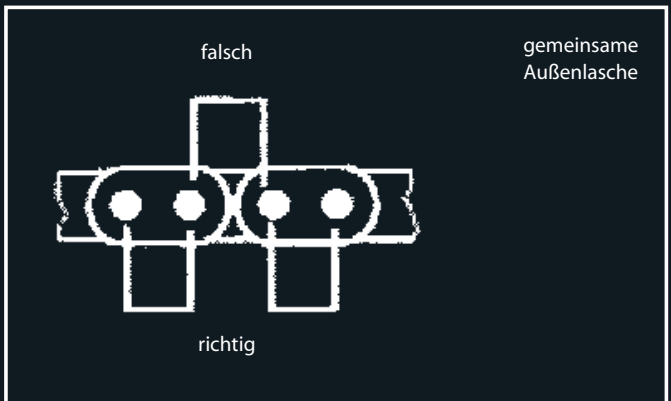

Abb.2
- Die Montage einer neuen Kette ist ohne den Ausbau der Schwinge bei den meisten Motorrädern nur dann möglich, wenn die Kette offen ist. Bei Verwendung einer Endloskette muss diese zunächst aufgetrennt werden. Zum Trennen müssen zwei benachbarte Bolzen ausgepresst werden, die über eine gemeinsame Außenlasche verfügen, wie in Abbildung 2 zu sehen. Es erleichtert die Arbeit, wenn man die Nietköpfe dieser Bolzen vor dem Herauspressen mit dem Winkelschleifer bearbeitet, so dass sie bündig mit der Lasche sind.